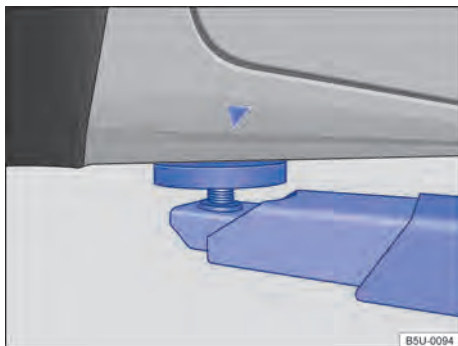
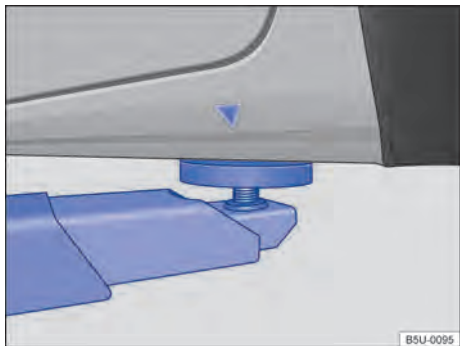

Fig. 151 Pontos de apoio dianteiros para a suspensão com plataforma elevatória ou com macaco.
Fig. 152 Pontos de apoio traseiros para a suspensão com plataforma elevatória ou com macaco.
O veículo deve ser suspenso somente pelos pontos indicados nas figuras → Fig. 151 e → Fig. 152. Se o veículo não for suspenso pelos pontos indicados, podem ocorrer danos no veículo → ☹ e ferimentos graves → ⚠.
- Suspender o veículo somente pelos pontos indicados nas figuras → Fig. 151 e → Fig. 152. Se o veículo não for suspenso pelos pontos indicados, o veículo poderá cair da plataforma elevatória quando, por exemplo, o motor ou a suspensão for desmontado.